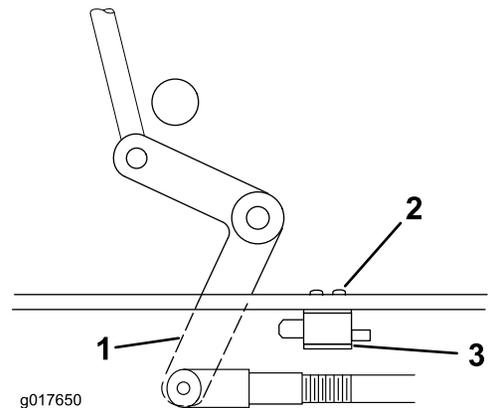

Figure 52
4. Le cas échéant, réglez le contacteur de sécurité des lames en desserrant les vis de fixation du contacteur (Figure 52).
Remarque: Le levier coudé **ne doit pas** toucher le corps du contacteur, car celui-ci pourrait être endommagé (Figure 52).